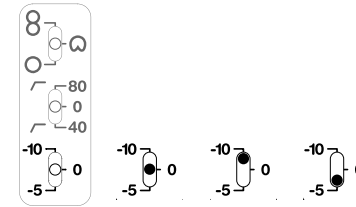

Abb. 5 – Vordämpfung
1. Bei Bedarf können Sie mit dem unteren Schalter die Vordämpfung aktivieren (Abb. 5). Praktisch bedeutet dies, dass Sie den Pegel noch vor der Mikrofonelektronik reduzieren. In der mittleren Schalterposition ist die Vordämpfung ausgeschaltet. Entsprechend der Schalterbeschriftung können Sie das Signal bei Bedarf um 10 dB (oben) oder 5 dB (unten) reduzieren.